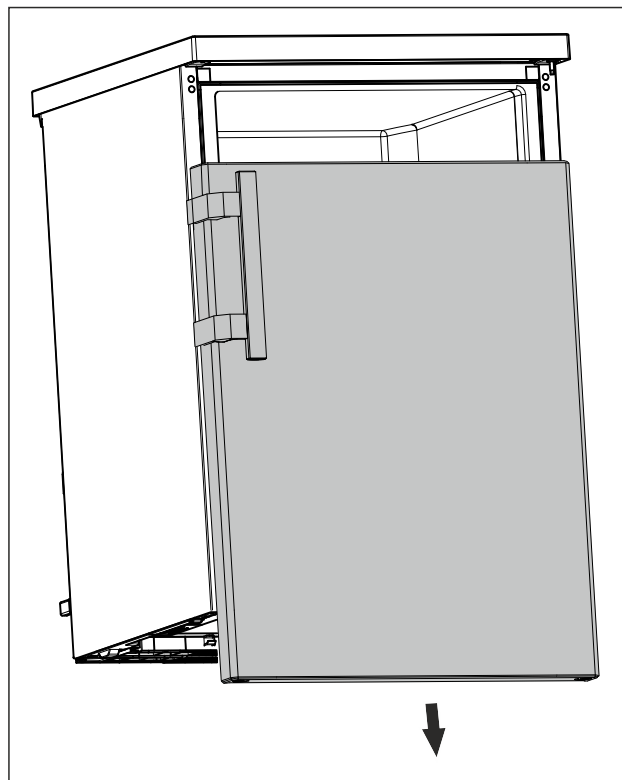

Fig. 12
- Noņemiet durvis virzienā uz leju. (skat. Fig. 12)